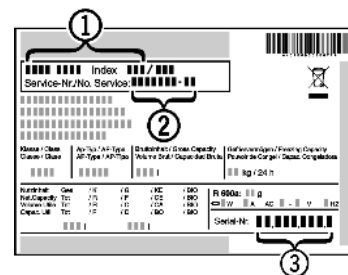

Fig. 34
- ▶ Считать обозначение устройства *Fig. 34 (1)*, сервисный номер *Fig. 34 (2)* и серийный номер *Fig. 34 (3)* с заводской таблички. Заводская табличка находится внутри устройства слева.